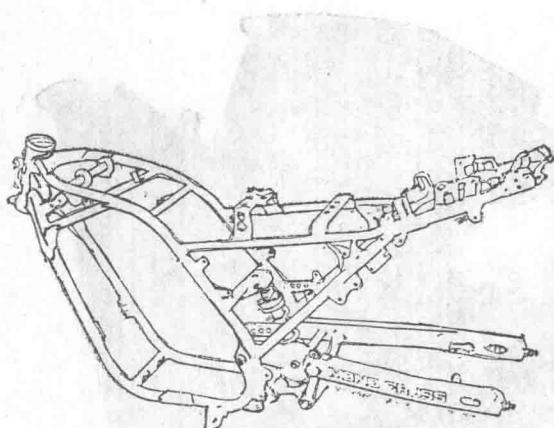

图24 雅马哈车架
① 在一些中、小排气量的车型中，越野车采用半双框架，公路车采用双框架车架，用钢管制成。造形上各厂家都有自己的特点(图24)。